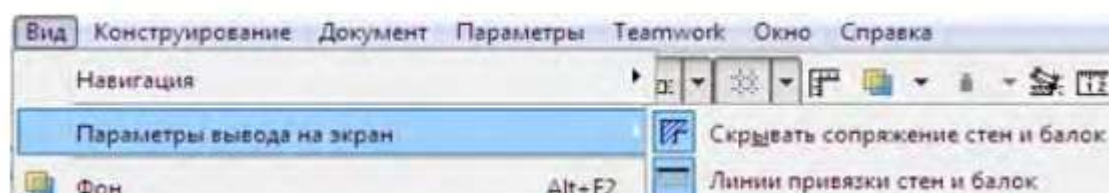

Рисунок 7.20
8. Выберите еще раз команду **Вид > Параметры вывода на экран > Линии привязки стен и балок** (рисунок 7.20), чтобы спрятать линии привязки стен.